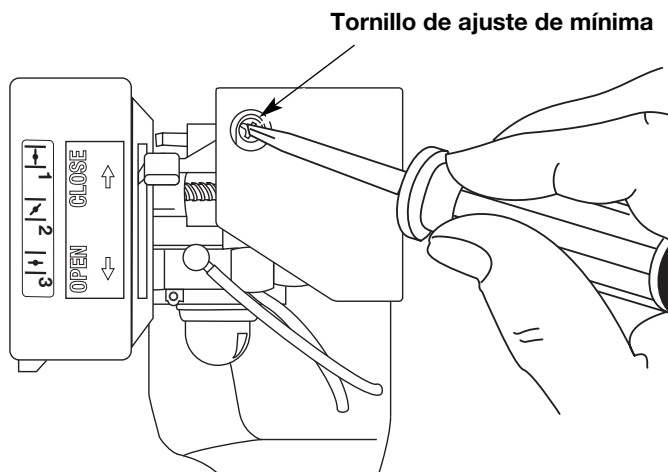

Fig. 22
La velocidad mínima del motor puede ser ajustada. Puede tener acceso al tornillo de ajuste de mínima a través de un orificio en la parte superior de la cubierta del motor (Fig. 22).
2. Suelte el gatillo del regulador y deje que el motor funcione en marcha lenta. Si el motor se para, inserte un pequeño destornillador Phillips o de vástago plano en el orificio de la cubierta del silenciador / filtro de aire (Fig. 22). Gire el tornillo de marcha lenta en sentido horario, de a 1/8 de vuelta por vez (según sea necesario) hasta que el motor funciona en mínima.